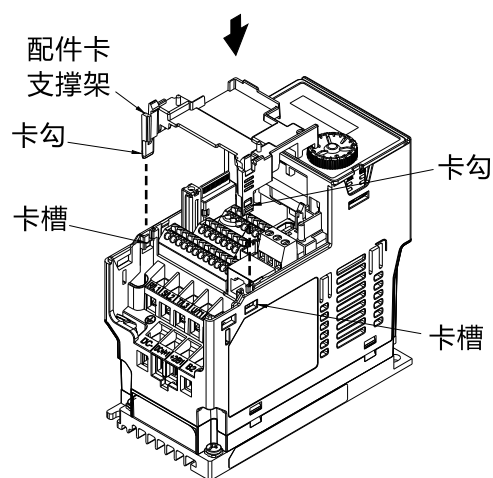

图8-13
3. 组装配件卡支撑架：将配件卡支撑架的两个卡勾对准变频器的卡槽后下压，让两个卡勾卡入卡槽，如图 8-13 所示。